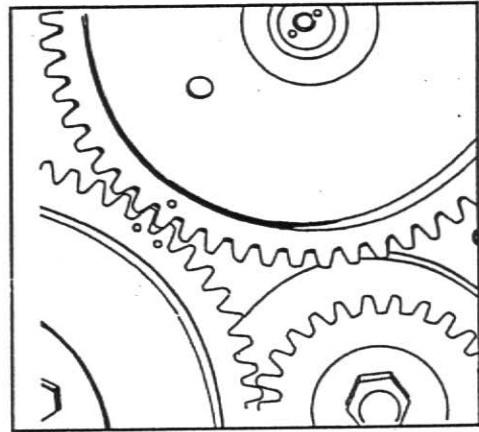

Fig. 17
11. Posicione a chaveta do eixo da bomba injetora na ranhura da engrenagem, alinhando as marcas de sincronismo com a engrenagem intermediária, fig.17.